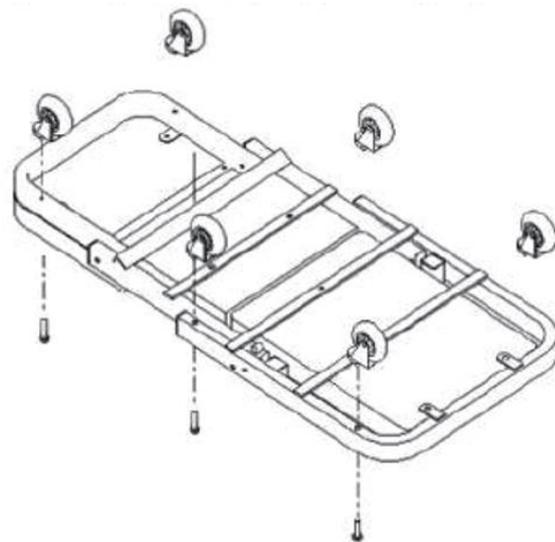
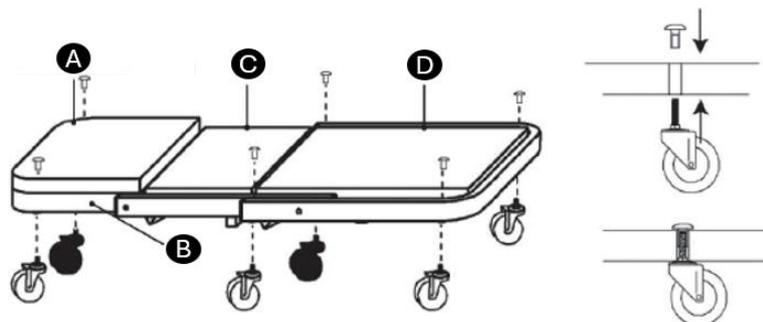

Fig.2
Fig.3
4. Utiliser la clé hexagonale pour fixer les roulettes. Insérer les écrous (8) par le haut et les roulettes (3) par le bas, comme indiqué sur la Fig.2 et la Fig.3.